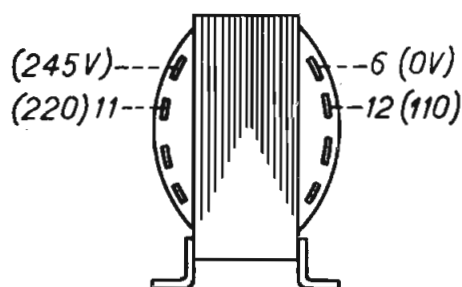

Fig. 2
De transformator, zie fig. 2, wordt met snoertjes verbonden met de spanningsstop. Op de bovenomschreven wijze wordt de wisselspanning voor de anode van de gelijkrichtbuis verhoogd tot 220 V. Het gevolg is dan ook, dat zowel de gevoeligheid als de weergave van het toestel volkomen gelijk zullen zijn aan die bij de voeding van het toestel met 220 V.
- de sterkteregelaar op maximum en de kwaliteitschakelaar in de stand „dof” (2);
- de variabele condensator in 15° stand draaien (zie fig. 2);
- de variabele condensator naar stand 4 draaien (zie fig. 2);
4. de variabele condensator naar stand 3 draaien (zie fig. 2);
7. de variabele condensator in stand 4 draaien (zie fig. 2);